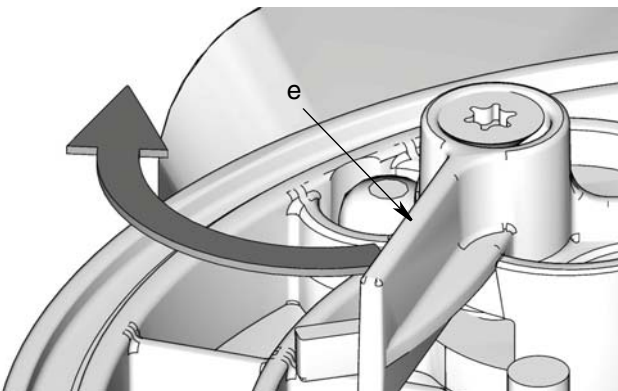

FIG. 14
en su posición completamente extraída cuando instale la paleta agitadora (FIG. 14).
a. Verifique que la paleta de bajo nivel (e) esté en su posición completamente extraída como se muestra en FIG. 14.